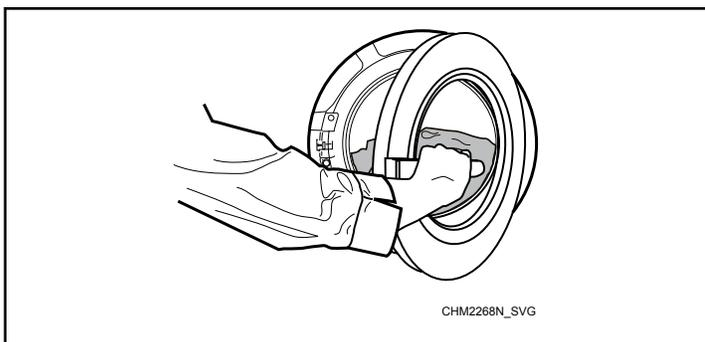

Figure 4
3. Fermer la porte en poussant la poignée de porte vers la machine. Se reporter à la *Figure 4*.